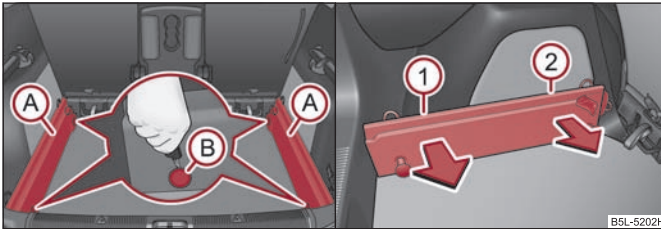

Fig. 75 Portbagajul: Eliberarea punctelor de asigurare / Scoaterea șinelor
- Slăbiți punctele de asigurare (B) ⇒ fig. 75 ale șinelor, cu cheia, respectiv cu o șurubelniță plată.
- Apucați șina (A) în poziția (1) ⇒ fig. 75 și eliberați-o trăgând în sensul indicat de săgeată.
- Apucați șina (A) în poziția (2), eliberați-o trăgând în sensul indicat de săgeată și scoateți-o.